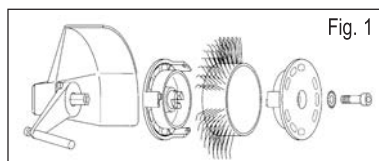
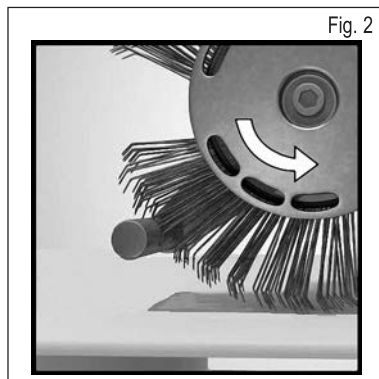

Fig. 1
Fig. 2
1. Întrerupeți alimentarea cu tensiune și apoi fixați în mod corect pe aparat bandă Bristle Blaster® de 23 mm împreună cu sistemul de prindere (respectați direcția de rotație) și cu șaiba evantai și șurubul aferente. **Vezi Fig. 1 și Fig. 2**
Utilizați o bandă în direcția greșită de rotație? – Ajustați bandă cu perii astfel încât să meargă în direcția corectă (vezi capitolul 5, Punerea în funcțiune, Fig. 2).